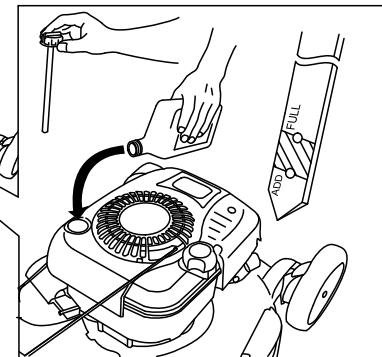

Bild 13
1. Nehmen Sie den Peilstab heraus und wischen Sie ihn ab. Stecken Sie ihn dann ganz ein (Bild 13).
2. Nehmen Sie den Peilstab heraus und prüfen Sie den Ölstand (Bild 13). Wenn der Ölstand unter der **Nachfüll-Marke** ist, gießen Sie langsam Öl in den Einfüllstutzen, um den Ölstand auf die Voll-Marke am Peilstab anzuheben. **Füllen Sie nicht zu viel ein.** (Max. Füllstand: 0,77 l des Typs: Waschaktives SAE 30W-Öl mit der Klassifizierung SF, SG, SH, SJ, SL oder höher durch das American Petroleum Institute (API).)